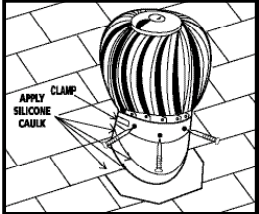

Figure 6 • Figura 6
Attach Turbine Head... Set the turbine unit firmly on the crimped base collar. Attach with three (3) sheet metal screws (included) through holes in the turbine base ring. Apply clear silicone or roofing cement between the turbine unit and stack and all around sheet metal screw heads. **Figure 6**
Important: Apply clear silicone caulk or roofing cement to exposed flashing edges and to the junction of the stack and flashing, the bead joining the upper and lower stack sections, the vertical seam in the upper and lower stack sections and all exposed nail heads. * **Figure 6**
Attachez la Tête de la Turbine... Ajustez fermement la tête sur le collet gaufré de la base. Attachez-la avec les trois (3) vis à métal (incluse) dans les trous de l'anneau de la base de la turbine. Appliquez une silicone claire ou un bitume de collage entre la turbine et la cheminée et autour des têtes de clou de la feuille de métal. **Figure 6**
Important: Appliquez un calfeutrage de silicone claire ou de bitume de collage sur les bordures exposées du solin et à la jonction de la cheminée et du solin, à la jonction réunissant les sections supérieures et inférieures, sur le joint vertical supérieur et inférieur de l'aire de la cheminée ainsi que sur toutes les têtes de clou exposées. * **Figure 6**